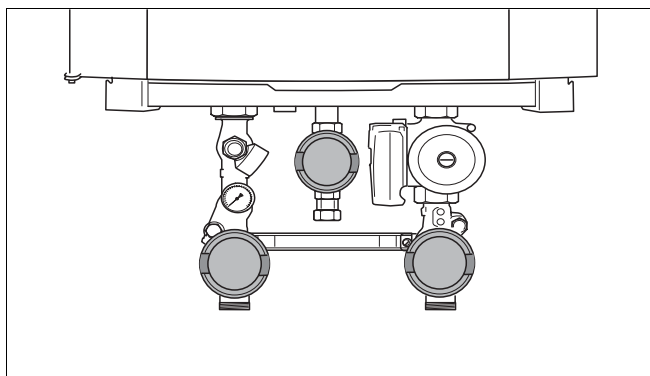

Fig. 103 Închideți robinetele (aici poziția "închis")
- Închideți robinetul de gaz (Fig. 103).
- Închideți robinetele de întreținere (Fig. 103).